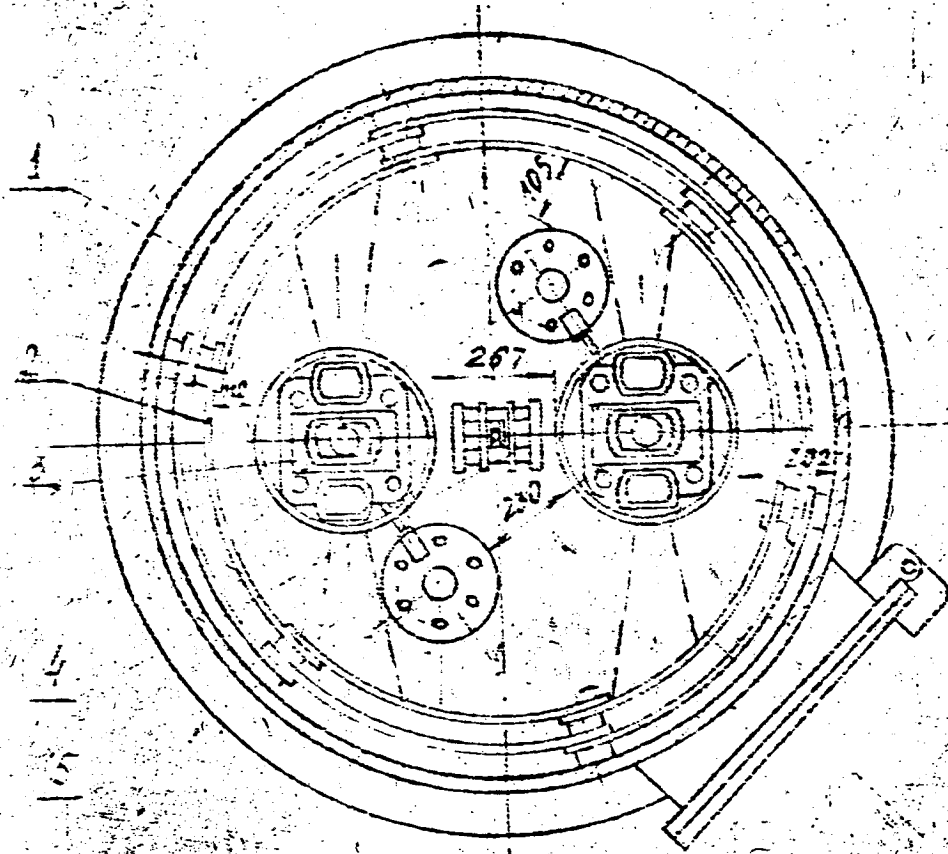

Рис. 4
16. Через боковые отверстия бакелитовых экранов вернуть в камеры стальные стержни М16 для крепления шунтирующих сопротивлений, установить шунтирующие сопротивления. Расположение их в баке и расстояния в свету между бакелитовыми экранами должны соответствовать приведенным на рис. 4. Допускается отклонение от указанных размеров в пределах  $\pm 10\%$ .